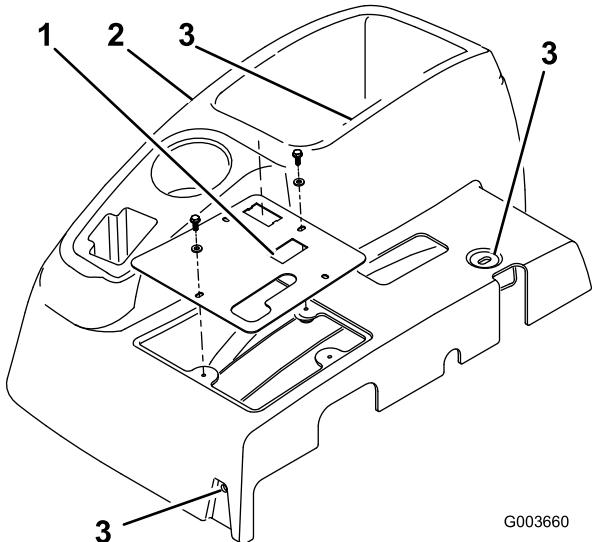

Figure 1
- Retirez les 4 rondelles et boulons qui fixent le panneau de commande à la console (Figure 1). Débranchez le câble du compteur horaire. Enlevez le panneau de commande (Fig. 1).
- Retirez les 3 boulons qui fixent la console au châssis (Figure 1). Enlevez la console en soulevant